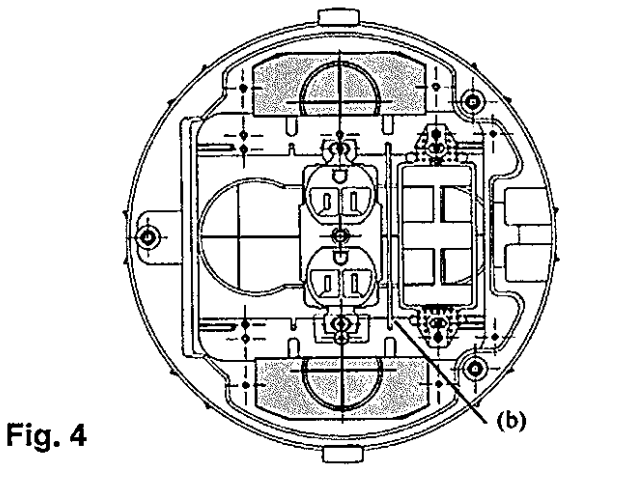

Fig. 4
4. For perimeter cover plates and devices (shaded areas in Fig.4), a flexible steel conduit (g) is available to join all power or all data cables to a standard junction box (d). Attach box (m) to bottom of can as shown using (2) pan head screws provided (f). Attach conduit adapters (n) to boxes (d) and (m). In applications where the perimeter plates are NOT all power or all data – connect conduit to box (m) or standard junction box (d) separately.
- b. Insert divider (b) between power and data devices at center, See Fig. 3. Center section may be all data, all power or divided 1/3-2/3 as shown in fig.4.
Slide (3) tube segments (aa) together using dovetail joints. Segments are identical except for location of holes (ab). Assemble brackets (ad) as required as shown in figures 4 and 5. Brackets are marked to assist assembly. Turn hexagonal head screws (ae) horizontally to support the disc (at). Insert discs (at) at top, center and bottom. Bend brackets (af) for center and bottom positions to fit inside the assembled tube segments.
2. Install assembly into cut hole, see Fig.4. Check that the assembly is installed plumb to the deck. Attach to deck with sheet metal screws (not supplied).
4. Pour les plaques de couverture et dispositifs périphériques (sections ombragées de la Fig. 4), un conduit métallique flexible (g) est disponible pour joindre tous les conducteurs d'énergie ou de données à une boîte de dérivation standard (d). Fixer la boîte (m) à la base de la boîte selon l'illustration à l'aide des (2) vis à tête cylindrique fournies (f). Fixer les adaptateurs de conduit (n) aux boîtes (d) et (m). Dans les applications où les plaques périphériques NE sont PAS toutes réservées à l'énergie ou aux données - raccorder la boîte de conduit (m) ou la boîte de dérivation standard (d) de façon distincte.
- b. Insérer le séparateur (b) entre les compartiments d'énergie et de données, consulter la Fig. 3. La section centrale peut être réservée aux données, à l'énergie ou répartie 1/3-2/3 selon l'illustration de la Fig. 4.
Assembler les supports (ad) au besoin conformément aux figures 4 et 5. Les supports comportent des repères pour faciliter l'assemblage. Tourner les vis hexagonales (ae) horizontalement pour soutenir le disque (at). Insérer les disques (at) en haut, au centre et en bas. Au centre et en bas, plier les supports (af) afin qu'ils s'adaptent à l'intérieur des sections de tube.
4. Para placas y dispositivos perimetrales (áreas sombreadas en la Fig. 4), hay disponible un conducto de acero flexible (g) para agrupar los cables de alimentación o de datos a una caja de derivación estándar (d). Fijar la caja (m) al fondo de la carcasa como se muestra usando (2) tornillos de cabeza redonda provistos (f). Fijar los adaptadores de conducto (n) a las cajas (d) y (m). En aplicaciones donde las placas perimetrales NO son todas para alimentación o para datos, conectar el conducto a la caja (m) o a la caja de derivación estándar (d) de manera separada.
- b. Colocar el separador (b) entre los lados de alimentación y datos, ver Fig. 3. La sección central podrá ser toda de datos, toda de alimentación o una combinación 1/3-2/3 de ambas, tal como se muestra en la Fig. 4.
Ensamblar los soportes (ad) según sea necesario como se muestra en las Fig. 4 y 5. Los soportes tienen marcas de guía para facilitar el ensamblado. Girar los tornillos hexagonales (ae) horizontalmente para sostener el disco (at). Insertar los discos (at) arriba, al centro y abajo. Al centro y abajo, plegar los soportes (af) para adaptarlos al interior de los tubos.